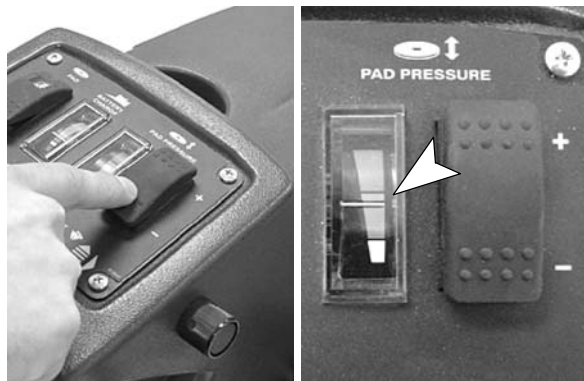

FIG. 14
4. Réglez l'appareil de mesure de la pression du patin dans la zone verte. Appuyez sur le bouton de réglage de la pression du patin pour réduire ou augmenter la pression. Pour obtenir un résultat optimal, réglez l'aiguille de la manière illustrée. (Figure 14).